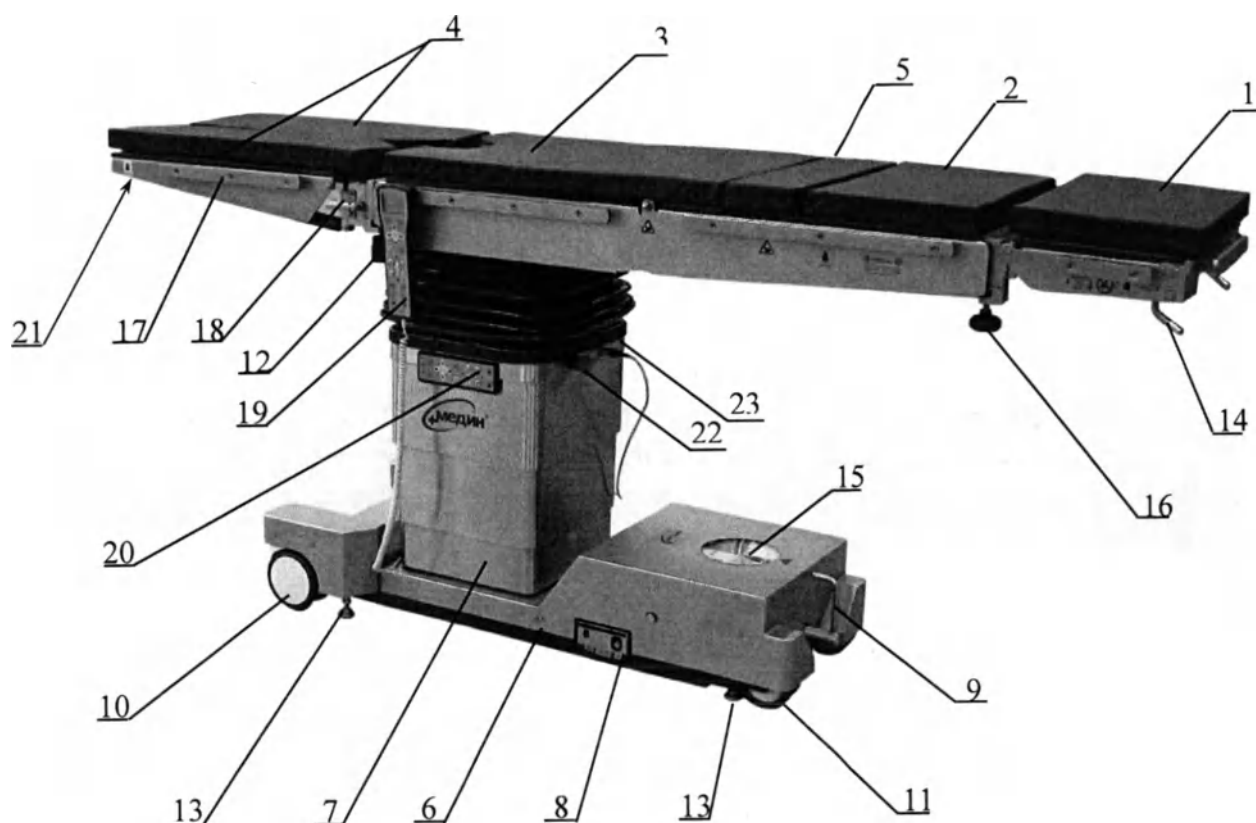
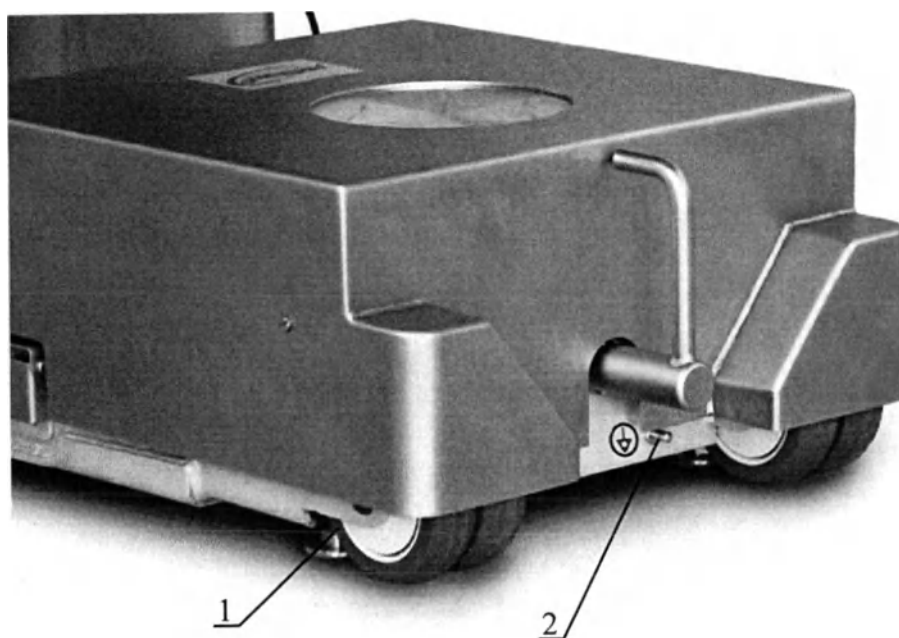

Рисунок 1. Стол общехирургический ОУК-02-2.
Рисунок 2. Схема перевода стола в транспортное положение.
6.1 Стол общехирургический ОУК-02-2 (Рисунок 1) состоит из панели стола и основания.
Таблица 1. Описание элементов стола согласно рис. 1
6.2 Панель стола состоит из секций: головной 1, спинной 2, центральной (тазобедренной) 3, ножных 4 (правой и левой) и почечного валика 5 (Рисунок 1).
Стол установлен на четырех выдвижных гидравлических опорах 2 (Рисунок 2). Для перекачивания стола имеются два поворотных колеса 10 и опорные катки 11 (Рисунок 1).
Перевод стола в стационарное положение производится нажатием кнопки "LOCK" на пультах 19 и 20 (Рисунок 1). При этом колеса разгружаются и стол устанавливается на выдвижные опоры. При нажатии кнопки "UNLOCK" на пультах 19 и 20 (Рисунок 1) стол опускается на колеса в транспортное положение.
9.4 Перед использованием стола по назначению подсоедините стол к контуру выравнивания потенциалов с помощью зажима 2 (Рисунок 2), расположенного на станине основания стола.
9.5 Проверьте надежность установки стола на опорах (Рисунок 2). При необходимости отрегулируйте опоры, путем поворота регулируемых ножек. Для этого следует двумя ключами